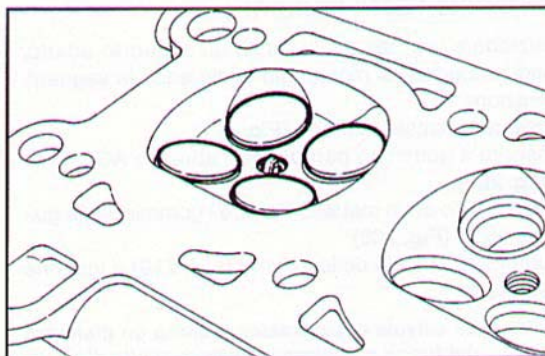

Fig. 204 ▲
- avvitare la candela, ruotare la testa cilindri ed appoggiarla su un idoneo supporto, quindi inserire le valvole (Fig. 204);
- tighten the plug, rotate the cylinder head and set it on a suitable support, insert the valves (Fig. 204);